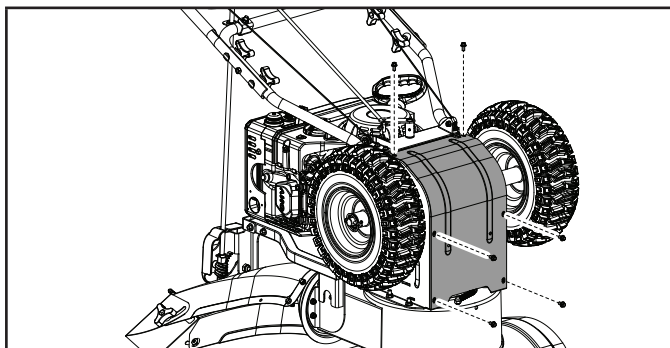

Figure 25
5. Retirez le couvercle du cadre de base (1) de la face inférieure de la souffleuse à neige en retirant les six vis M6 × 16 qui fixent-le. (figure 25)